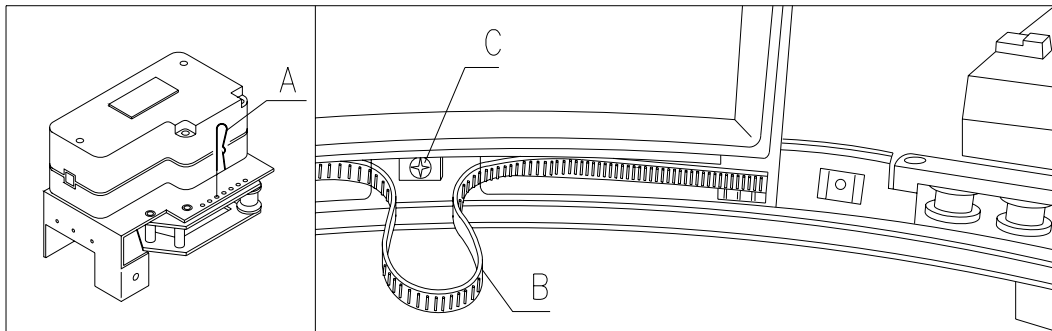
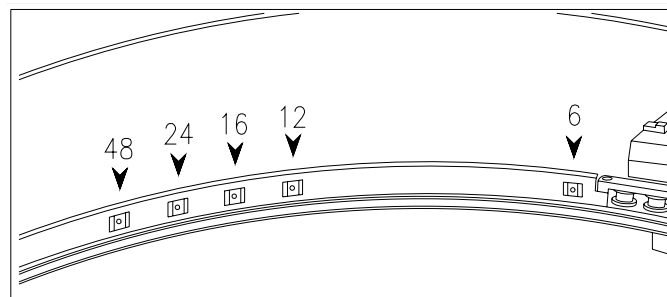

FIG. 12
FIG. 13
### 8.7 REGLAGE DE L'OUVERTURE DES PORTILLONS (FIG. 12-FIG. 13)
6. La FIG. 13 illustre les positions de l'arrêt dans les différentes configurations, 6-12-16-24-48 compartiments.